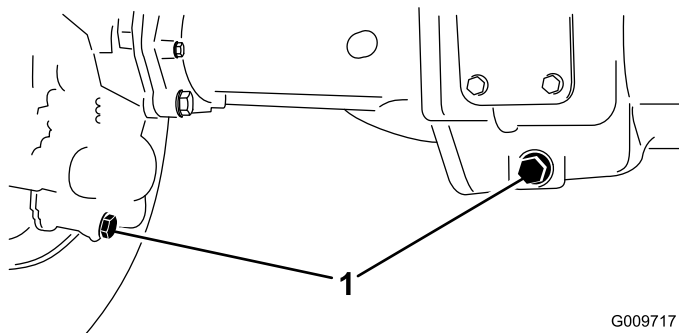

图59
2. 清洁 3 个排油塞的周边区域——两端各 1 个中间 1 个 (图59)。